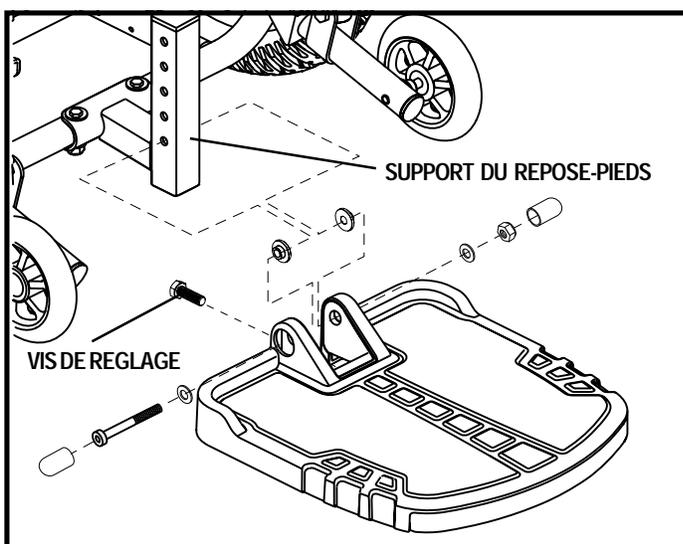

Figure 16. Ajustement du repose-pied
1. Retirez la fixation sur le support du repose-pieds tel que montré à la figure 16.
L'angle du repose-pieds peut être changé avec l'aide d'une clé hexagonale. Voir la figure 16.